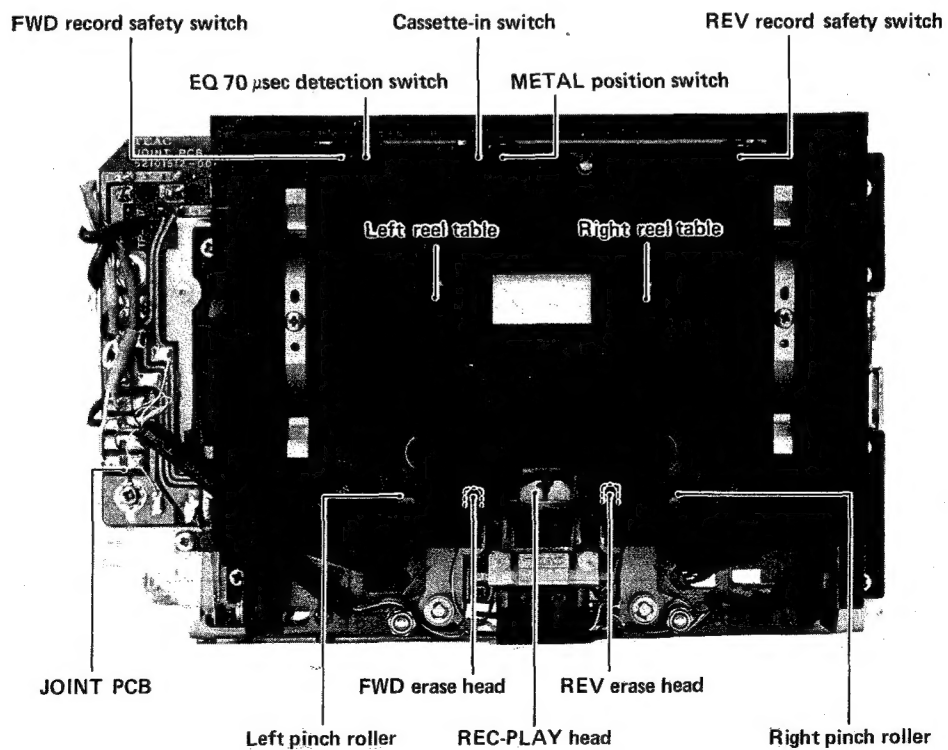

Fig. 3-2 Transport front view トランスポート前面図
1. While pushing up the cassette-in switch with the cassette holder shut (Fig. 3-2), place in forward play mode. Keep the cassette-in switch pushed up during measurement.
1. カセット・ホルダを閉じた状態で、カセット・イン・スイッチ(Fig.3-2)を上方に押して、FWDプレイ・モードにする。測定中、カセット・イン・スイッチは上方に押し続けること。